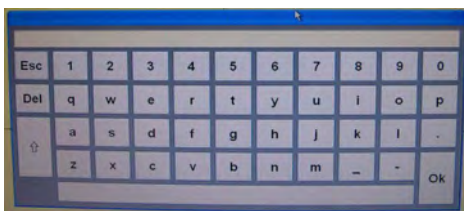

fig. F5
- Pour entrer les données manquantes, double-cliquer avec le bouton gauche de la souris dans la case où on veut écrire et le clavier digital s'affiche sur l'écran (fig. F5)